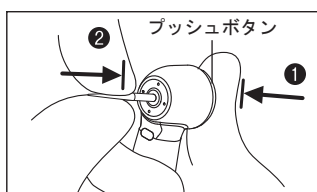

図6
- 2 プッシュボタンを押し、チャックを開きます（①）（図6）。
- 3 バーをチャックの奥にあたるまで挿し込み、プッシュボタンを離します（②）（図6）。